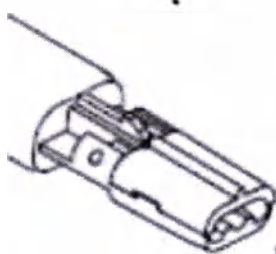
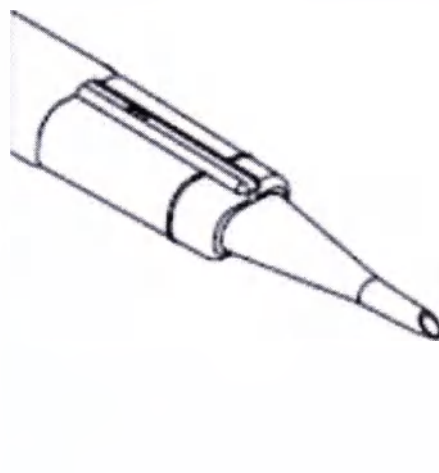

Рисунок 8.
Рисунок 9.
6. Совместите ключ на крышке загрузочной камеры со слотом на переходной ячейке (Рисунок 8). Сдвиньте их по направлению друг к другу резким движением, пока корпус инжектора вместе загрузочной камерой с крышкой и переходная ячейка не защелкнутся друг с другом (Рисунок 9). Вискоэластик заполнит загрузочную камеру и переходную ячейку. Как только они соединятся друг с другом, потяните на себя переходную ячейку, чтобы убедиться в том, что она не отделится от корпуса инжектора с загрузочной камерой.